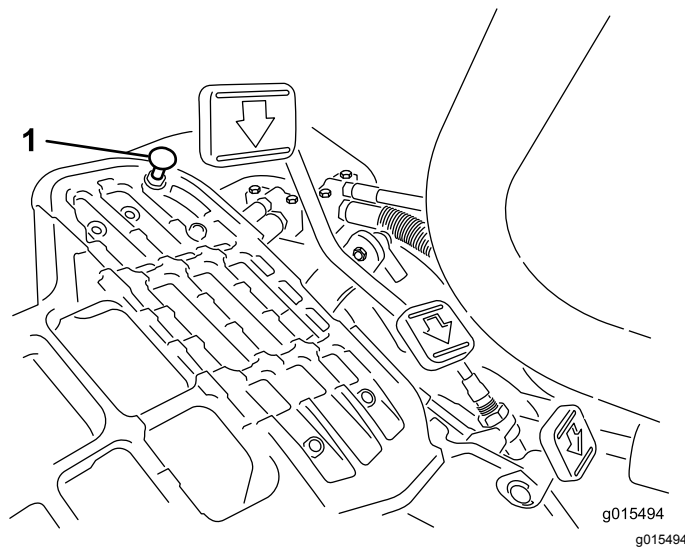

Bild 45
Stellen Sie den Funktionsschalthebel in die TRANSPORT-Stellung und treten Sie auf das Fahrpedal, um die maximale Transportgeschwindigkeit zu erreichen. Wenn das Pedal den Anschlag erreicht (Bild 45), bevor das Kabel gespannt ist, führen Sie folgende Einstellungsschritte aus:
1. Stellen Sie den Funktionsschalthebel in die TRANSPORT-Stellung, lösen Sie die Sicherungsmutter, mit der der Pedalanschlag an der Bodenplatte befestigt ist (Bild 45).